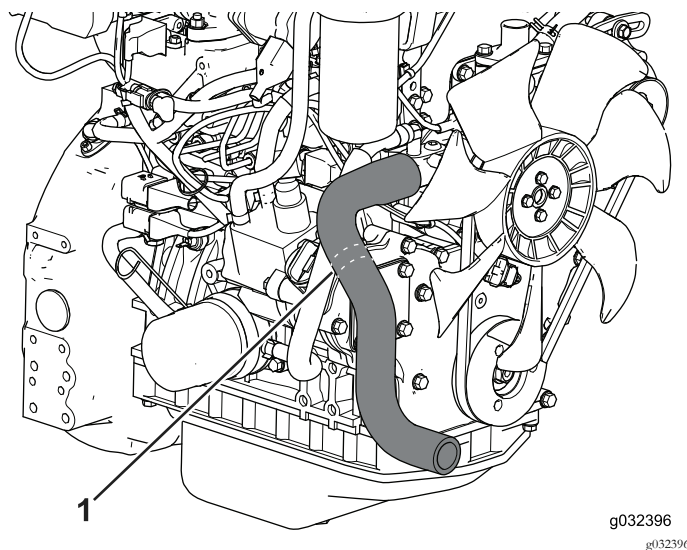

Figura 18
1. Individuate il flessibile del radiatore (Figura 18).
2. Utilizzate un attrezzo da taglio per tagliare il flessibile del radiatore lungo le linee di taglio (Figura 18).